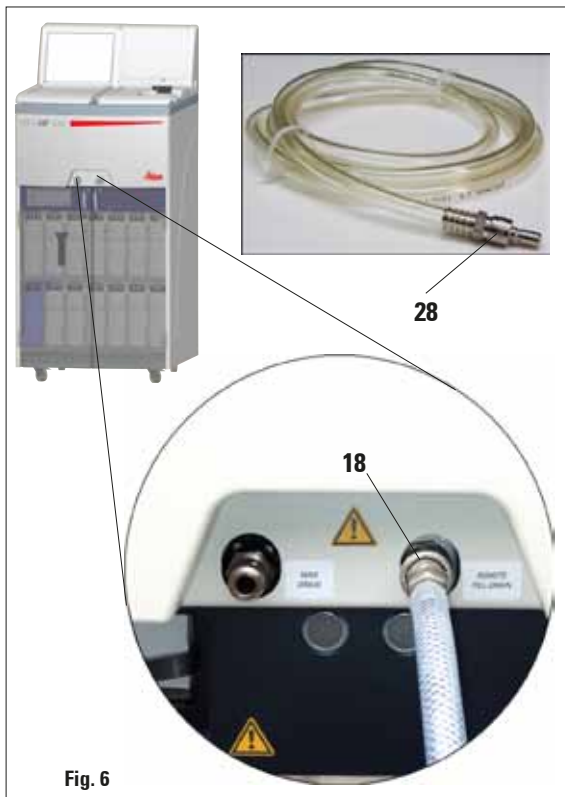

Fig. 6
- Brancher le tuyau de remplissage/vidange sans contact conformément à la fig. 6.